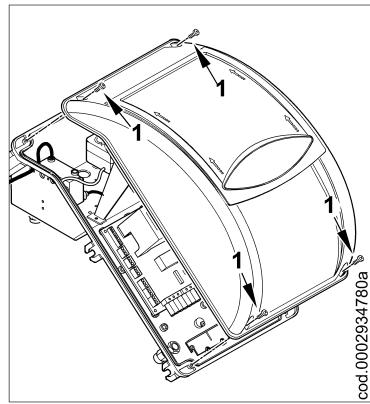

Figura 1
- 1) Quitar la tapa quitando los 4 tornillos (1) de la figura 1, sin quitar la tapita transparente. De esta manera se puede acceder al cuadro eléctrico del quemador.